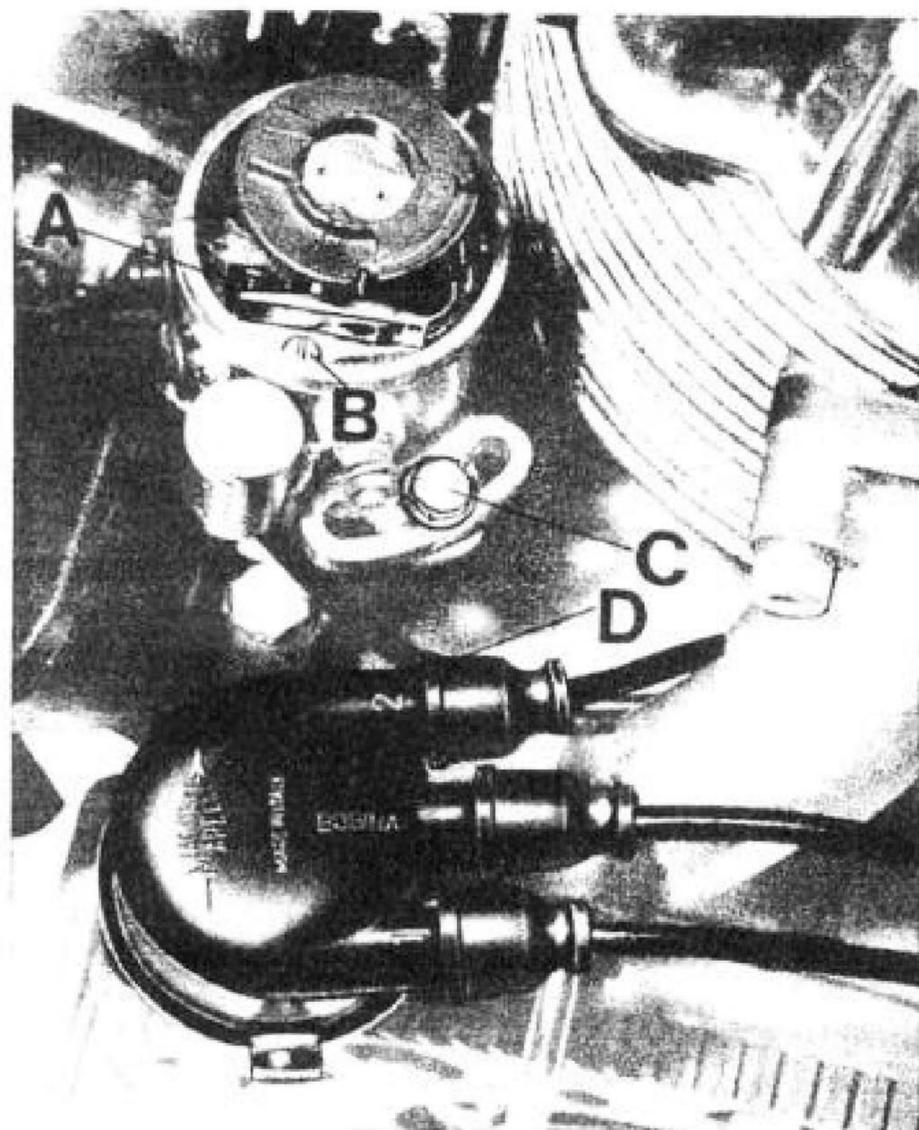

Fig. 141
- verificare l'apertura dei contatti (A di fig. 141) del distributore d'accensione sia di mm $0,42 \div 0,48$ se non fossero, agire sulla vite di regolazione (B di fig. 141);
Se i contatti si aprono prima o dopo il punto stabilito, occorre allentare il bullone (C di fig. 141) che blocca il distributore d'accensione sul suo supporto, indi ruotarlo a destra o a sinistra fino a che i contatti inizino l'apertura esattamente al punto stabilito.
Montare quindi la calotta e collegare i cavi alle rispettive candele ed alla bobina d'accensione. Ricordarsi che il cavo che parte dal n. 2 stampigliato sulla calotta va collegato alla candela del cilindro n. 2 (sinistro) ed il cavo n. 1 alla candela del cilindro n. 1 (destro) ed il cavo che parte dalla calotta con stampigliato «BOBINA» alla bobina d'accensione (vedere fig. 141).